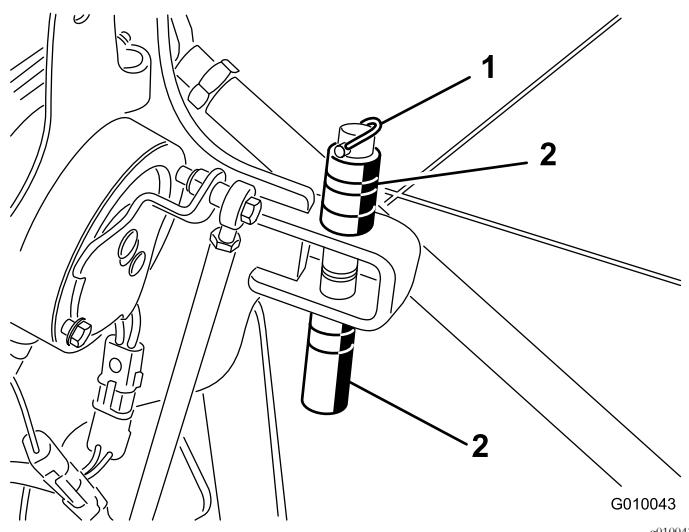

Figura 28
- Retire o pino de sujeição que segura os espaçadores e os pinos de profundidade (Figura 28).